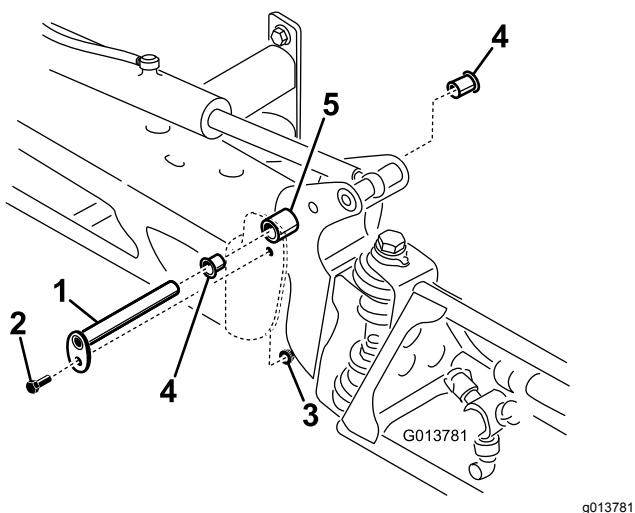

Figure 66
- Lorsque le poids de la rampe est supporté, retirez le boulon et l'écrou de fixation de l'axe de pivot à l'ensemble rampe (Figure 66) et déposez l'axe de pivot.
- Déposez et examinez les bagues en nylon à l'avant et à l'arrière du support de pivot (Figure 66).
- Montez l'ensemble rampe et support de pivot dans le bâti central en alignant les ouvertures (Figure 66).